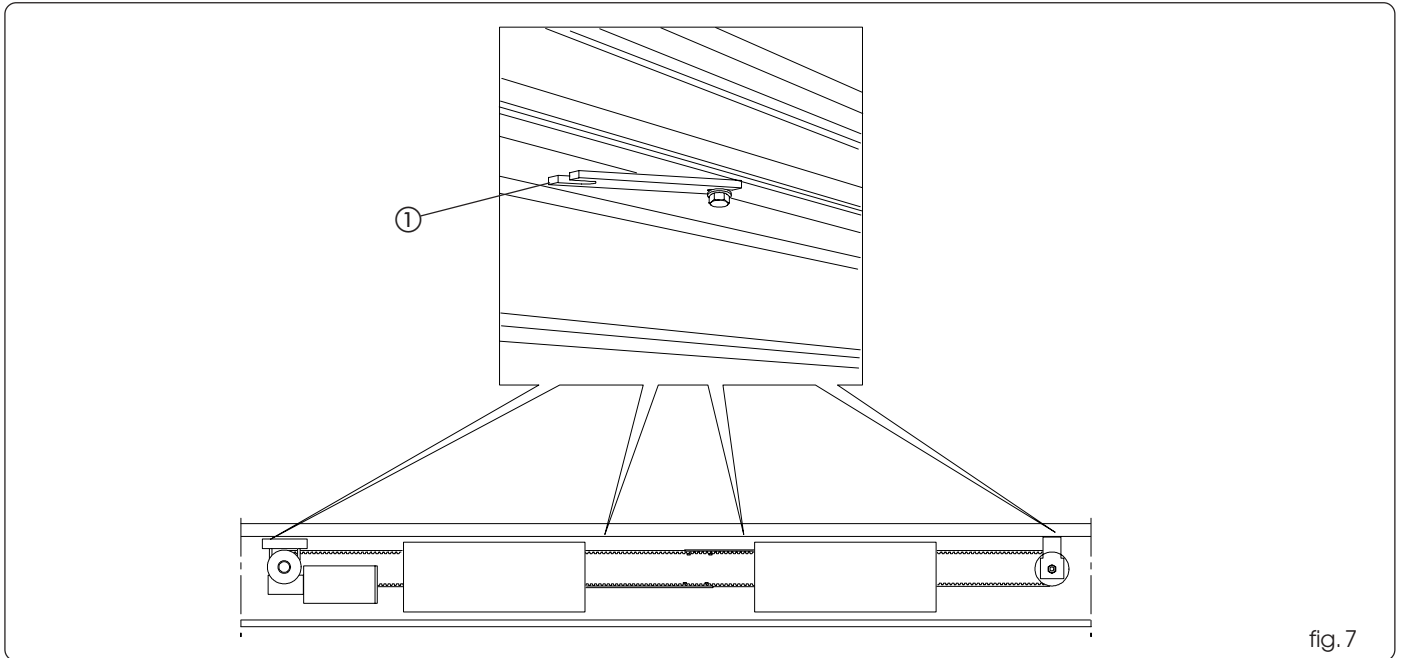

fig. 7
Démonter le module d'actionnement en desserrant les écrous des plaques de fixation et en enlevant un seul écrou par plaque (fig. 7 réf. ①).